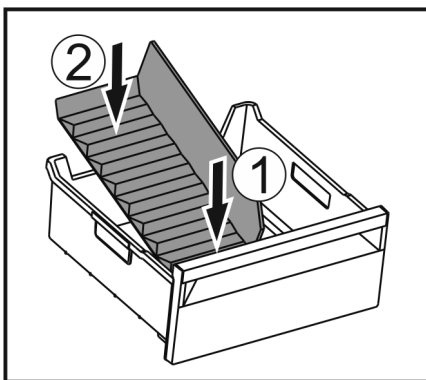

Fig. 156
- ▶ Vorderen Teil des Eisfach-Trenners einsetzen. Fig. 156 (1)
- ▶ Hinteren Teil des Eisfach-Trenners bis zum Schubfachboden absenken. Fig. 156 (2)